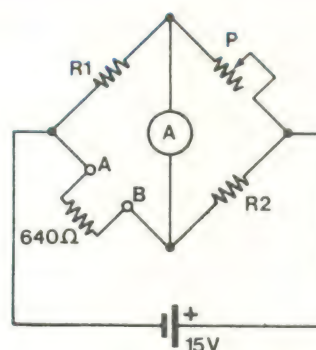

FIGURA 7
3) — Na ponte de Wheatstone da figura 7, o resistor externo tem o valor de 640 ohms, lido na escala do potenciômetro. O potenciômetro, por sua vez, está ajustado no valor de 10 ohms. Temos que saber o valor dos dois resistores de medida ( $R_1$  e  $R_2$ ). A única informação que temos sobre eles é que ambos tem o mesmo valor.